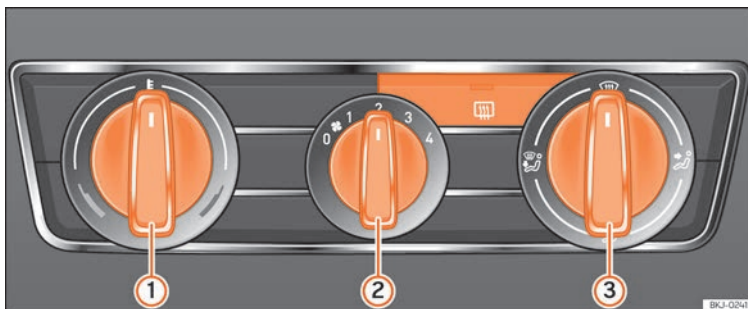

Abb. 170 Bedienelemente der Heizung in der Instrumententafel.
- Drehen Sie den Temperaturregler » Abb. 170 ① nach links.
- Drehen Sie den Temperaturregler » Abb. 170 ① nach rechts, bis die gewünschte Heizleistung erreicht ist.
- Drehen Sie den Gebläseschalter ② auf eine der Gebläsestufen 1-4.
- Lenken Sie den Luftstrom mit dem Luftverteilerregler ③ in die gewünschte Richtung.
- Drehen Sie den Temperaturregler » Abb. 170 ① ganz nach rechts auf die höchste Heizleistung.
- Drehen Sie den Gebläseschalter ② auf Stufe 4.
- Drehen Sie den Temperaturregler » Abb. 170 ① in den Heizbereich.
- Drehen Sie den Gebläseschalter ② auf eine der Gebläsestufen 2-3.